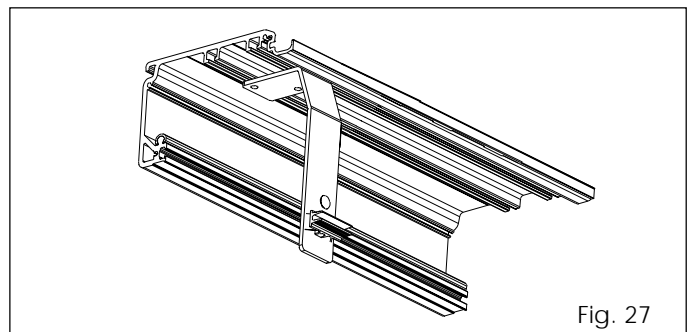

Fig. 27
- Fije en el extremo del travesaño opuesto al grupo motor, una brida de fijación al cárter, utilizando para ello los tornillos y chapetas suministradas en dotación (fig. 27).